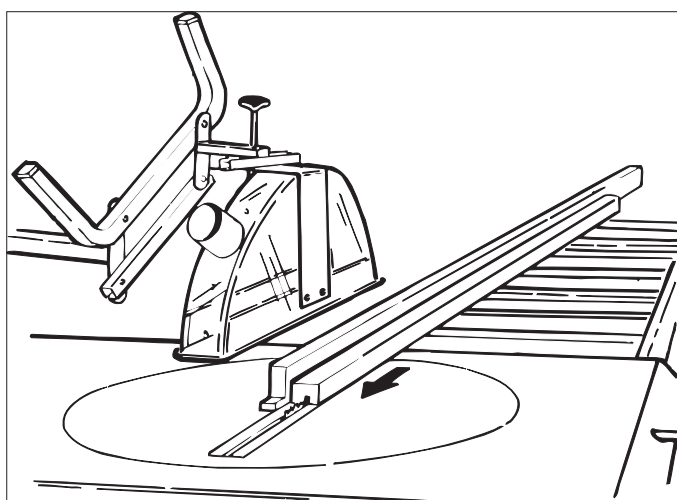

Fig. 20
- Juster anholdet og gjenta operasjonen til sporet har riktig bredde. Se fig. 20 og 21.